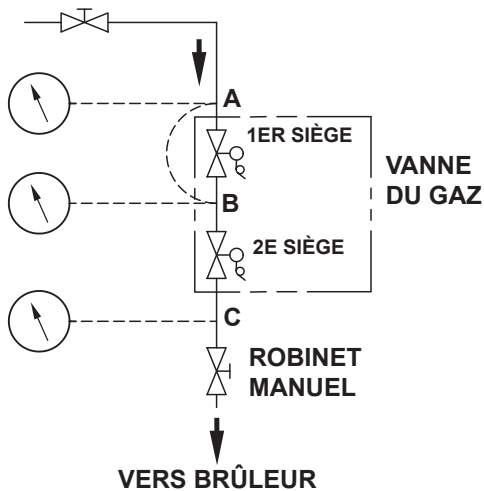

Figure 82. Essai d'étanchéité
Le point de test C est un point de purge située en aval de la vanne de gaz et en amont du robinet d'arrêt manuel. Voir **Figure 82**.
- Fermez le robinet d'arrêt manuel située en aval de la vanne de gaz. Voir **Figure 82**. Mettez la chaudière sous tension.